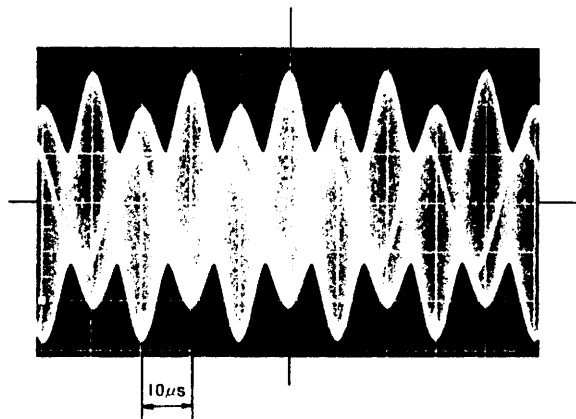
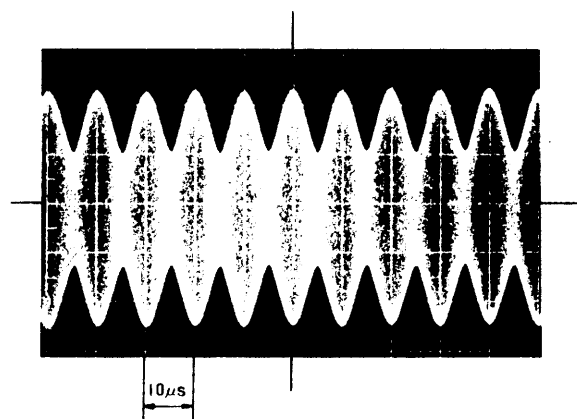

図6-2/ Fig. 6-2
図6-3/ Fig. 6-3
③GBALボリュームを右廻し (CW) いっぱいに廻し、スケールを移動させると図6-2に示すような波形が、観測されます。この時、DC1ボリュームを調整して図6-3に示すように、隣り合う山の高さを均一にします。PM信号の最小振幅が0.5V_{p-p}以下になると、アラーム機能が動作することがあります。
④GBALボリュームを左廻し (CCW) いっぱいに廻し、スケールを移動させると、上と同様に図6-2に示すような波形が観測されます。この時、DC2ボリュームを調整して図6-3に示すように、隣り合う山の高さを均一にします。
③Turn the GBAL trimmer fully clockwise. Move the scale to observe a waveform as shown in Fig. 6-2. When doing this, adjust the DC1 trimmer so that adjacent peaks are of uniform height, as shown in Fig. 6-3. Note alarm may be triggered when the min. PM signal amplitude becomes smaller than 0.5 V_{p-p}.
④Set the GBAL trimmer to the fully counterclockwise position and move the scale to observe the waveform as shown in Fig. 6-2, as was done above. When doing this, adjust the DC2 trimmer so that adjacent peaks are of uniform height, as shown in Fig. 6-3.